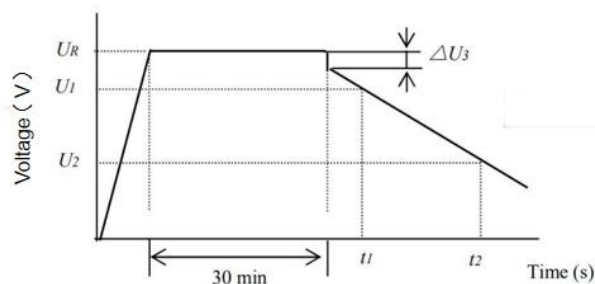

图 2
- 5) 测量并记录电容器两端电压从 U_1 到 U_2 的时间 t_1 和 t_2 ，如图 2 所示，根据下列公式计算电容量值：